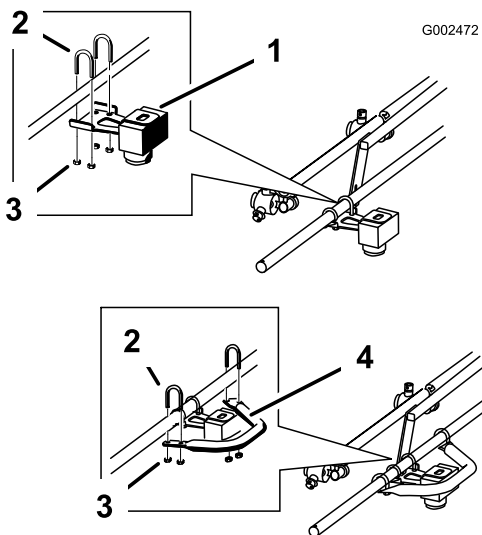

図 5
して、右側超音波センサーを、右ブーム最後のノズルと垂直サポートとの間に仮止める（図 5）。
4. 超音波センサーを取り囲むように保護チューブを取り付ける；角の付いた側が内側（車両の方）を向くように取り付けること。保護チューブをブームに仮止める（図 5）；